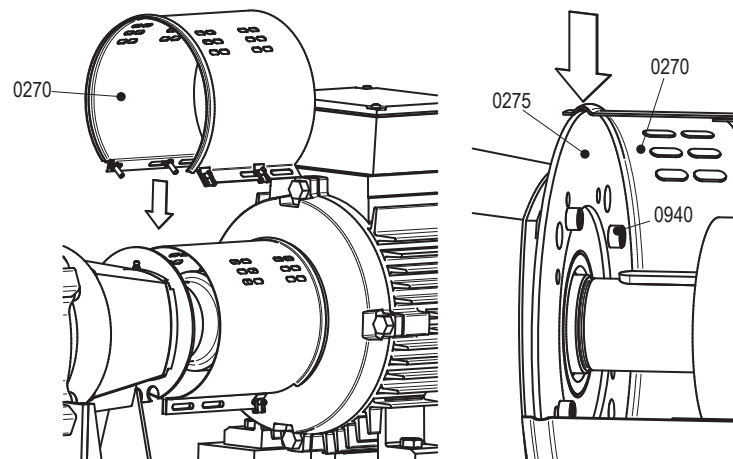

Abbildung 21: Montieren des Mantels auf der Pumpenseite.
- 7 Die Schrauben (0940) lösen und die Montageplatte (0275) vom Justierbuchse (2240) entfernen. Siehe Abbildung 21.
- 4 Die Montageplatte (0275) mit Schrauben (0960) gegen die Justierbuchse montieren. Siehe Abbildung 21.